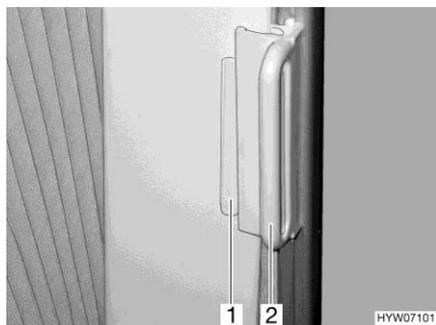

Fig. 102 Tendina oscurante pieghevole, finestra della cabina guida
- Afferrare l'impugnatura (Fig. 102,2) delle tendine oscuranti pieghevoli e chiudere tirando con prudenza finché il fermo magnetico non blocca la tendina oscurante pieghevole.
- Spingere la maniglia (Fig. 102,2) fino al sopralzo (Fig. 102,1). La tendina oscurante pieghevole è ora bloccata.